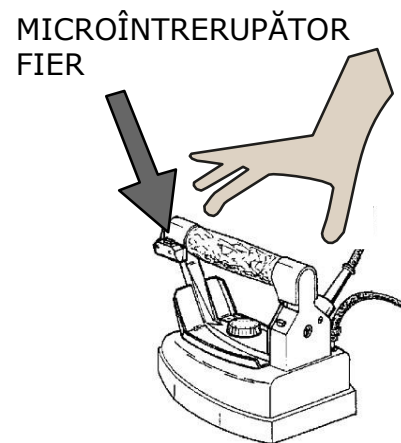

Fig. 5
5. Așteptați până când indicatorul luminos al boilerului se stinge (fig. 2 C). Acum ridicați fierul de călcat de mânerul din plută și apăsați de 4-5 ori microcomutatorul acestuia (fig. 5), lăsând aburul să iasă. De asemenea, trebuie să vă asigurați că aburul este bine
1. Treceți fierul de călcat peste articolele de îmbrăcăminte care urmează să fie călcate, apăsând microîntrerupătorul fierului la intervale pentru a elibera aburul (fig. 5).